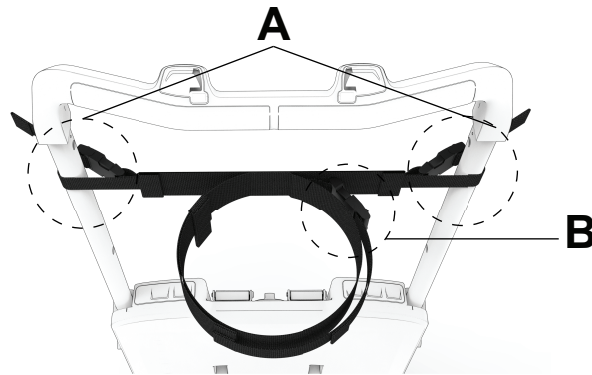

Figure 30 – Connecter les boucles latérales
1. Enrouler les sangles autour de la barre d'appui et connecter les boucles de déblocage latérales (A) (Figure 30).
5. Enrouler les sangles autour de la tête du patient et connecter la boucle de déblocage latérale (B) (Figure 30).